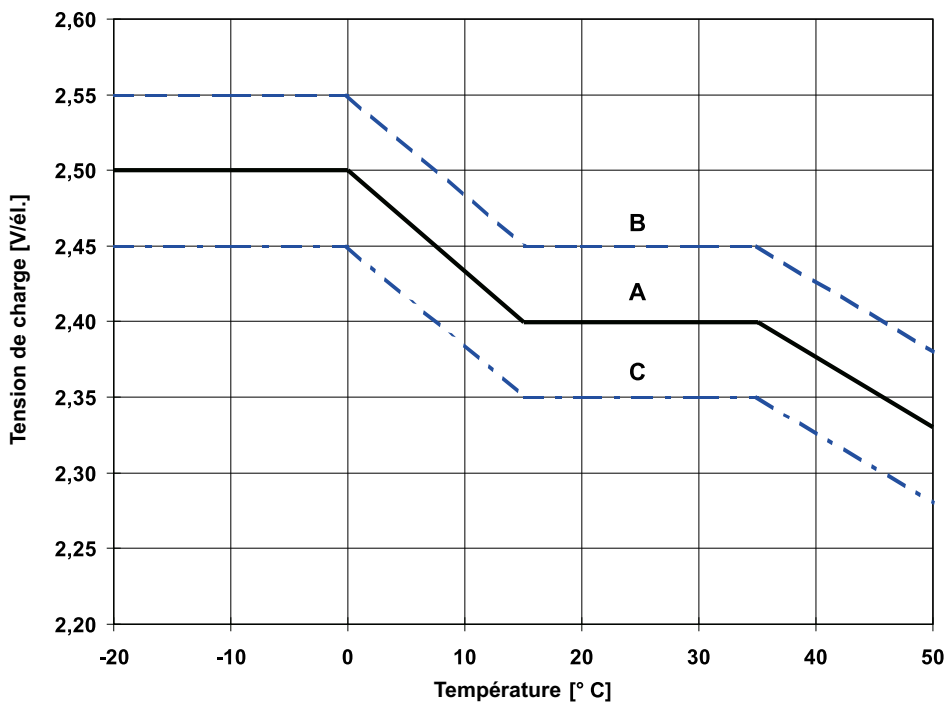

Fig. 1: Tension de charge selon les températures pour un service solaire.
Le procédé de charge est applicable dans les limites conformément à la norme DIN 41773 (caractéristique U). Tensions de charge recommandées pour des applications cycliques: voir figure 1 et point 2.8. Selon le modèle du chargeur et la caractéristique, des courants alternatifs qui sont superposés au courant continu de charge, circulent dans la batterie pendant le processus de charge. Ces courants alternatifs superposés et les rétroactions de récepteurs conduisent à un réchauffement supplémentaire de la batterie et à une charge des électrodes avec d'éventuels dommages consécutifs (voir point 2.5).
- Phase I = jusqu'à la tension conformément à la figure 1 à 20 °C
Pendant la recharge conformément à la figure 1, la valeur effective du courant alternatif peut s'élever temporairement à max. 10 A/100 Ah C₁₀. Après la recharge et la charge ultérieure (charge de maintien), la valeur effective du courant alternatif 5 A/100 Ah C₁₀ ne doit pas être dépassée.
L'adaptation de la tension de charge en fonction de la température doit s'effectuer conformément à la figure 1. Une adaptation de la tension de charge ne doit pas être effectuée dans une plage de température comprise entre 15 °C et 35 °C.